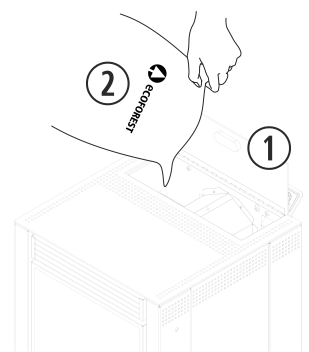
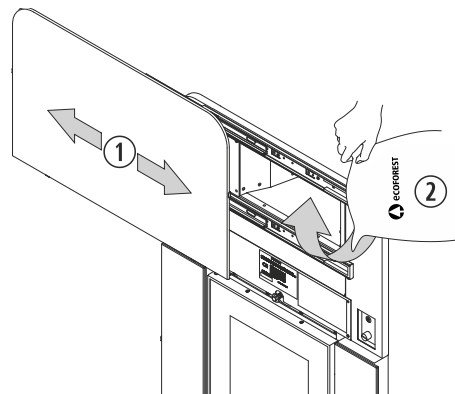
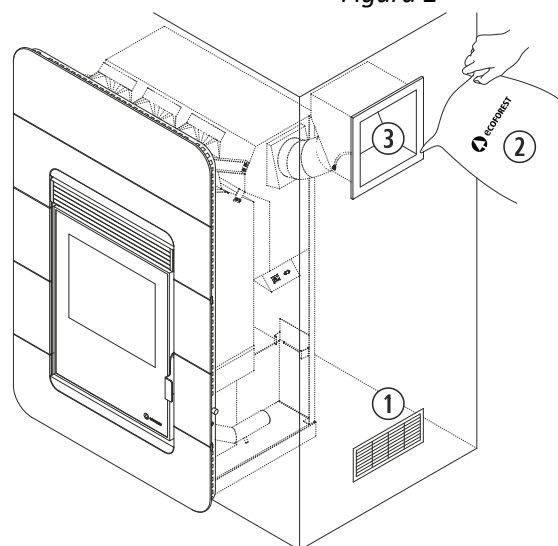
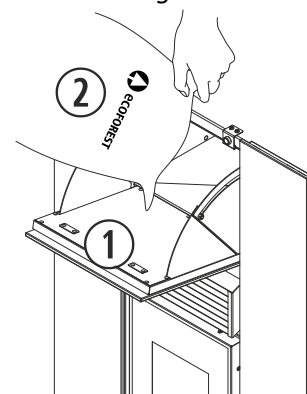

Figura 1
Figura 2
Figura 3
Figura 4
- 2.10. Para realizar la carga de combustible en la estufa, debemos abrir la tapa de la tolva y vaciar el saco de combustible con cuidado, para evitar que rebose el combustible, ver *figura 1 (Dubai)*. En el modelo *Kiev insert (figura 2)* desplazar hacia la izquierda la puerta que da acceso a la tolva, para poder realizar la carga. Se recomienda cargar la tolva con la estufa en frío. Si nuestra estufa es un modelo *Oslo Insert (figura 3)*, la carga se realizará gracias a la puerta de carga de pellets que ha de instalarse en la decoración (lateral derecho o izquierdo). La *figura 4* muestra el acceso para la carga de combustible en el modelo Boston Insert. Para el resto de los modelos se realiza de forma similar al modelo Dubai.
①	Tapa de la tolva.
②	Combustible.